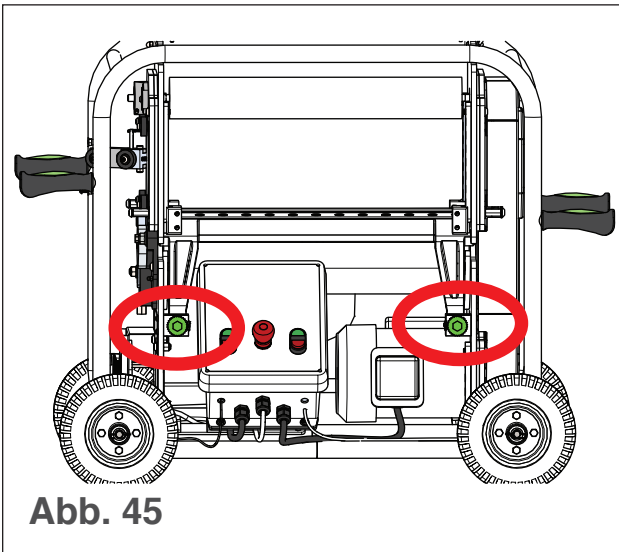

Abb. 45
- Einstellklicker befinden sich auf der Bedienfeldseite des T2 (siehe Abb. 45).